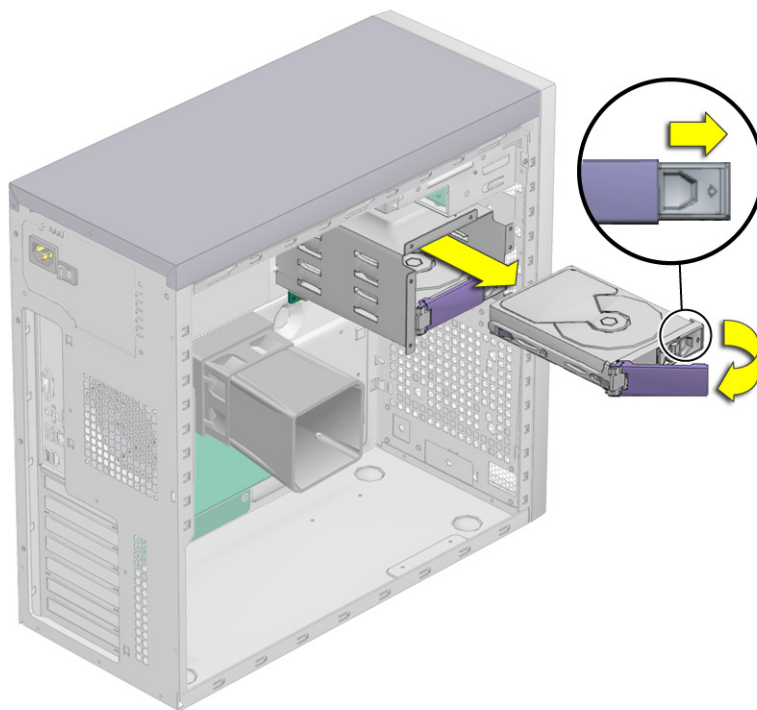

图 4-5 拆卸硬盘驱动器
3. 向右推入按钮以解锁硬盘驱动器把手，直到把手弹出（参见图 4-5）。